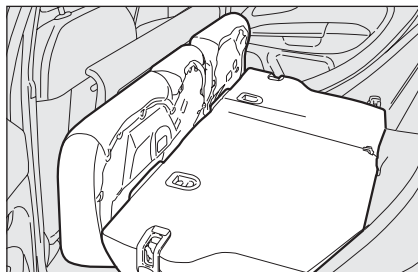

рис. 98
Полное увеличение объема багажника рис. 98
- поднимите рукоятки **А** и **В-рис. 98** для отпускания спинок сидений и направления их на шторки.